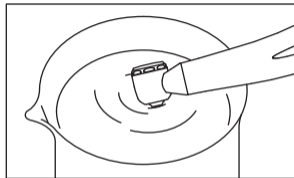

Fig. 6
- 3) Ligue a turbina e introduza metade da cabeça na água. (Fig. 6)